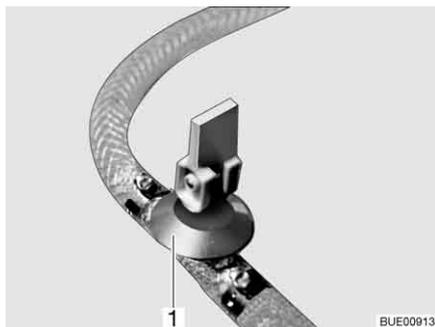
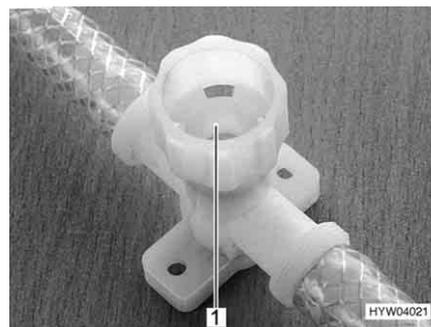

Fig. 227 Robinet de vidange (avec levier à bascule)
Fig. 228 Robinet de vidange (avec capuchon tournant)
- Fermer tous les robinets de vidange. Placer pour ce faire le levier à bascule (Fig. 227, 1) à l'horizontale ou faire tourner le capuchon du robinet de vidange (Fig. 228, 1) dans le sens des aiguilles d'une montre.